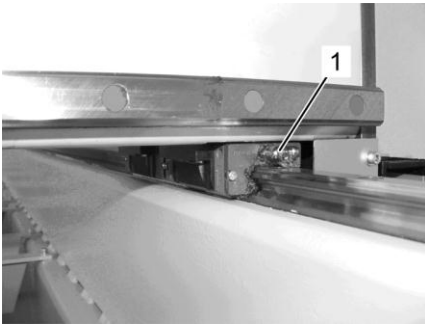

Abb. 41: Schmiernippel X-Achse
2. Schutzkappen von Schmiernippeln der X-Achse entfernen (Abb. 41/1), falls vorhanden.